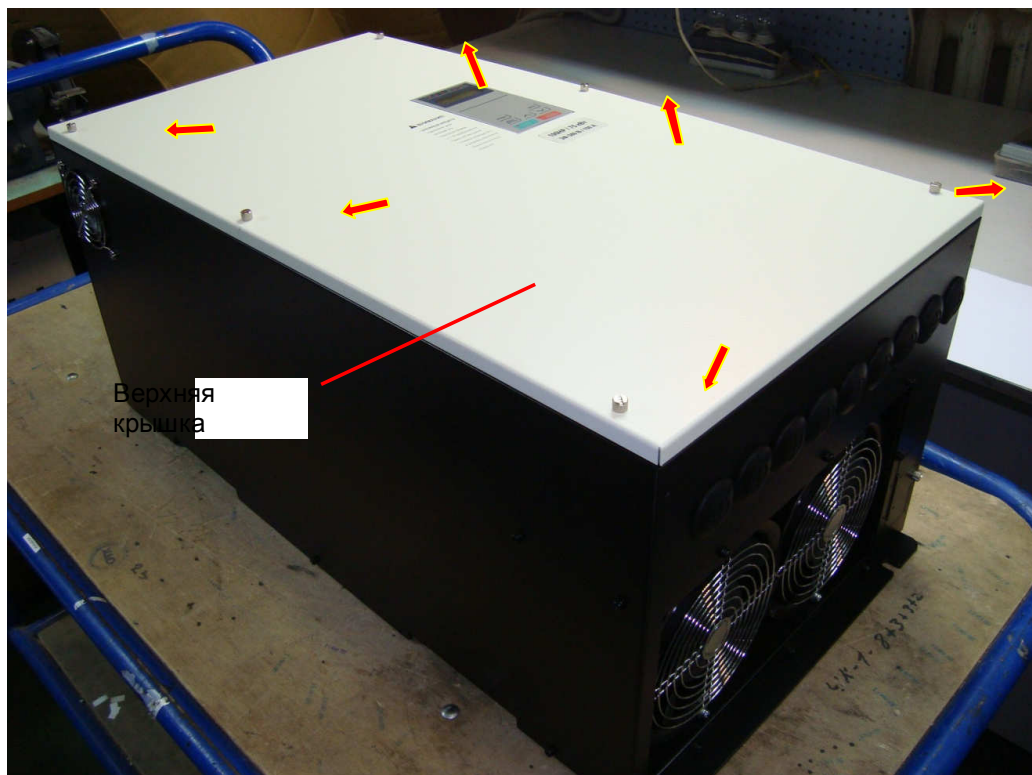

Рис. 7.27
7.18.1. Установить верхнюю крышку 1, вкрутив шесть винтов крепления. Затянуть без инструмента (рис. 7.27, стрелки).